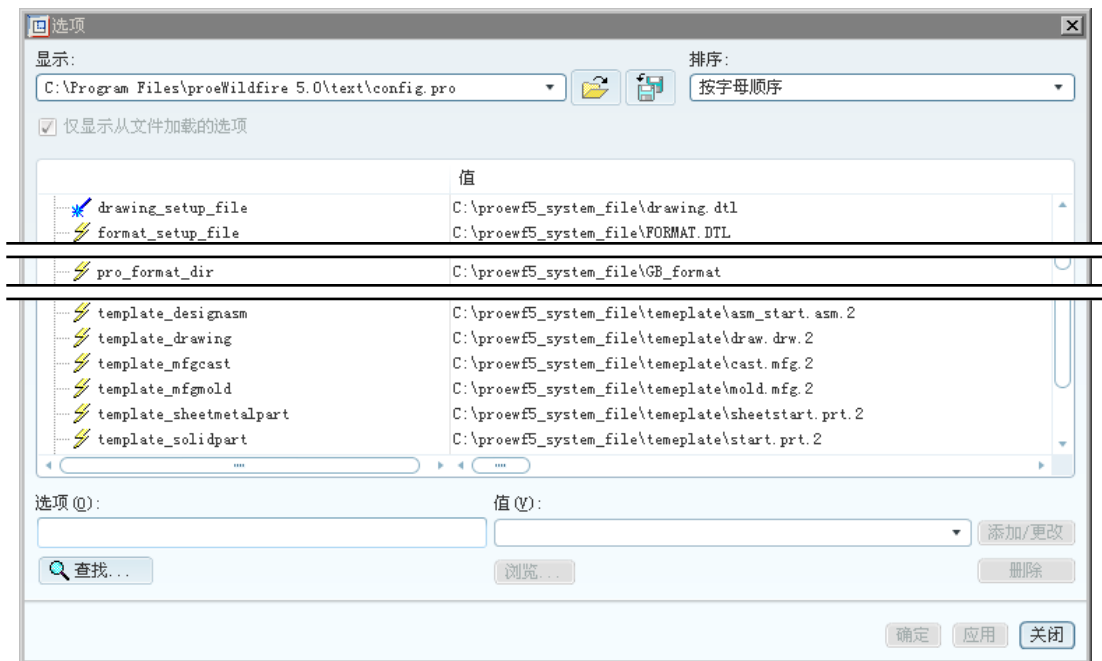

图 10.2.1 “选项”对话框
Step4. 选择下拉菜单 **工具(T)**  **选项(O)** 命令，系统弹出如图 10.2.1 所示的对话框。
Step5. 设置配置文件 config.pro 中的相关选项的值，如图 10.2.1 所示。
- (1) drawing_setup_file 的值设置为 C:\proewf5_system_file\drawing.dtl。
- (2) format_setup_file 的值设置为 C:\proewf5_system_file\format.dtl。
- (3) pro_format_dir 的值设置为 C:\proewf5_system_file\GB_format。
- (4) template_designasm 的值设置为 C:\proewf5_system_file\temeplate\asm_start.asm。
- (5) template_drawing 的值设置为 C:\proewf5_system_file\temeplate\draw.drw。
- (6) template_mfgcast 的值设置为 C:\proewf5_system_file\temeplate\cast.mfg。
- (7) template_mfgmold 的值设置为 C:\proewf5_system_file\temeplate\mold.mfg。
- (8) template_sheetmetalpart 的值设置为 C:\proewf5_system_file\temeplate\sheetstart.prt。
- (9) template_solidpart 的值设置为 C:\proewf5_system_file\temeplate\start.prt。
① 在图 10.2.1 所示的“选项”对话框中, 先在对话框中部的选项列表中找到并单击选项 drawing_setup_file。